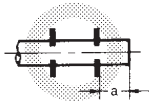

図1
- ①電線が圧接スロットに十分に挿入されていること。
- ②電線が2枚の圧接スロットのセンターに押し込まれていること。[図1]
- ③電線の圧接しろが不足しないこと。(a)